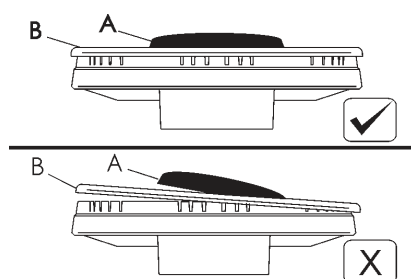

РИС. 7
Если Вы хотите, чтобы поверхность плиты всегда блестела, а все остальные детали всегда были в хорошем состоянии периодически промывать горячей плиты, решетки, эмалированные крышки “А - В - С”, и горелка возглавляет “Т” (см. рис. 7 - 8) Также должны быть вымыты
- Проверьте, чтобы крышки конфорок «А - В - С» (рис. 7 - 8) были правильно